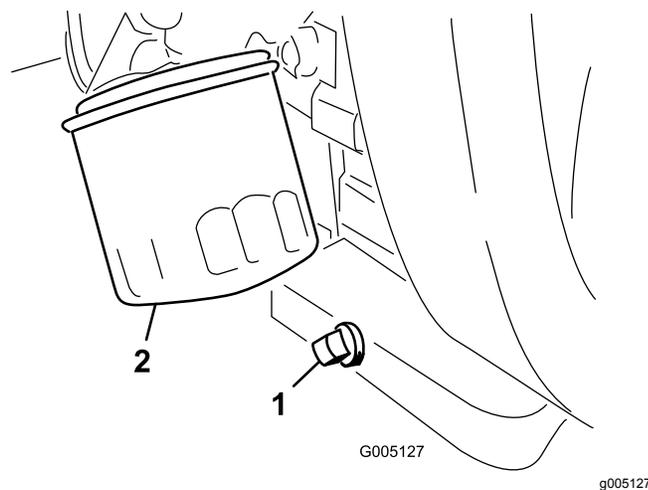

Figura 46
- Togliete il tappo di spurgo (Figura 46) e lasciate defluire l'olio in una bacinella. Quando l'olio cessa di defluire, rimontate il tappo.
- Togliete il filtro dell'olio (Figura 46). Spalmate un leggero strato di olio pulito sulla nuova guarnizione del filtro.